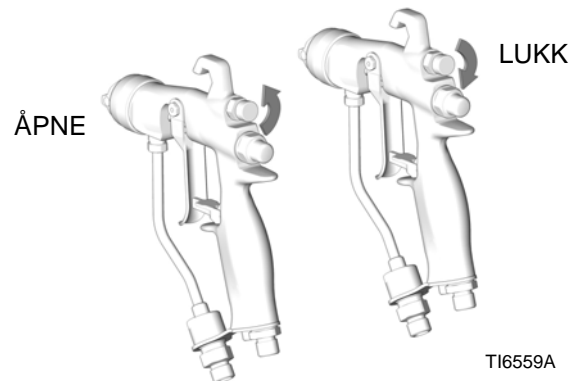

FIG. 13
- Steng mønsterjusteringsluften ved å fullstendig vri knotten med urviseren (helt inn). Se FIG. 13. Dette stiller pistolen inn for det bredeste mønsteret.
Vri mønsterreguleringsknotten mot urviseren (ut) for å få et smalere mønster. Se FIG. 13. Hvis mønsteret fremdeles ikke er smalt nok, øk luftrykket til pistolen litt mer eller bruk en dyse i en annen størrelse. (Ikke tilgjengelig for RAC dyse pistoler.)